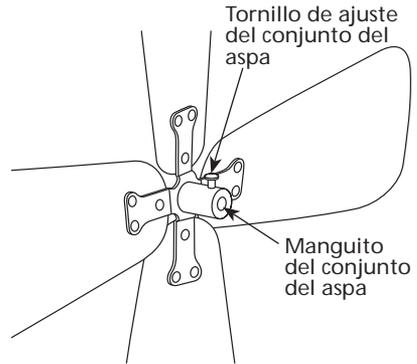

FIGURA 8
23. Afloje el tornillo de ajuste del conjunto del aspa de modo que no sobresalga del interior del manguito del conjunto del aspa. Vea la Figura 8.